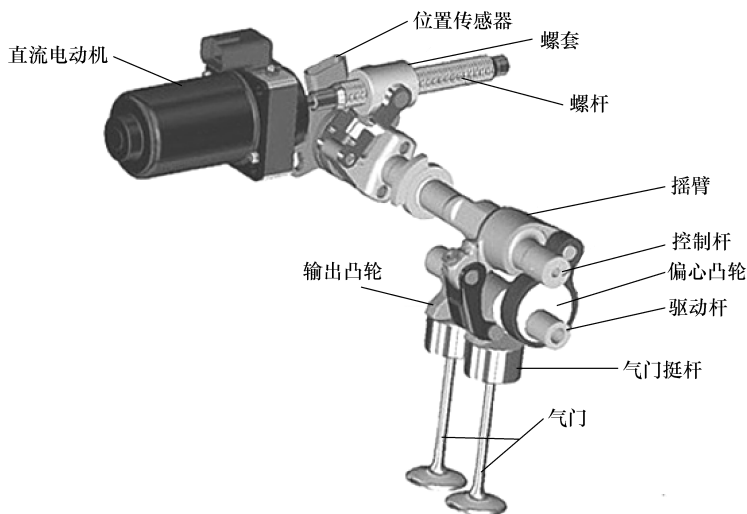

图 1-14 电子气门结构与工作原理
(1) 定义 电子气门技术就是电子气门调节系统,英文为“Valve Tronic”,主要依靠电子控制进气阀门开启的深度来控制进气量。
(2) 结构与工作原理 电子气门主要由直流电动机、位置传感器以及气门组件等组成,如图 1-14 所示。当踩下加速踏板时,信号以电子、数字方式传送给了发动机阀门上端的直流电动机。当直流电动机接到信号后会作适度转动,经由一套额外加的摇臂、控制杆、偏心凸轮等部件,然后改变进气阀门开启的深度来实现气门调节功能。